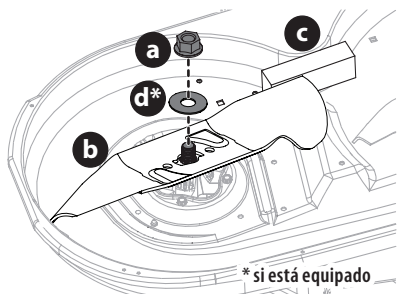

Fig. 51
- Coloque un bloque de madera (c) entre el alojamiento de la plataforma y el borde de corte de la cuchilla (b) para ayudar a aflojar la tuerca hexagonal (a) y la arandela (d)\* que fijan la cuchilla (b). Utilice una llave de 15/16 pulgadas para aflojar la tuerca hexagonal (a) y la arandela (d)\* (Fig. 51).
- Quando reinstale las cuchillas, asegúrese de lo siguiente (Fig. 51):